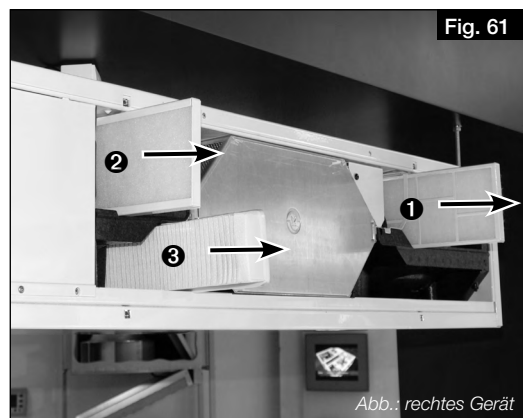

Fig. 61
2. Retirer le filtre air extérieur ❶ vers l'avant et le remplacer (voir Fig. 61).
3. Retirer le filtre air extrait ❷ (avec cadre) vers l'avant et le remplacer (voir Fig. 61).
4. **Facultatif** : Retirer le filtre fin / à pollen (ePM1 50 %) ❸ avec cadre vers l'avant et le remplacer (voir Fig. 61).